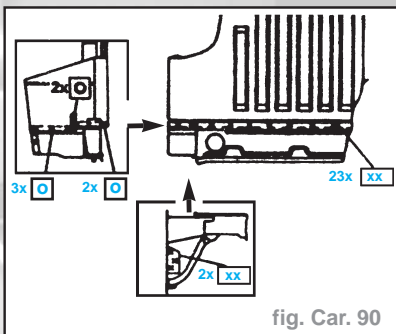

fig. Car. 90
- la tôle du plancher de la barre arrière - chasser à la perceuse (fig. Car. 90).
- la barre arrière (fig. Car. 90) - voir plan de mesures de la carrosserie.